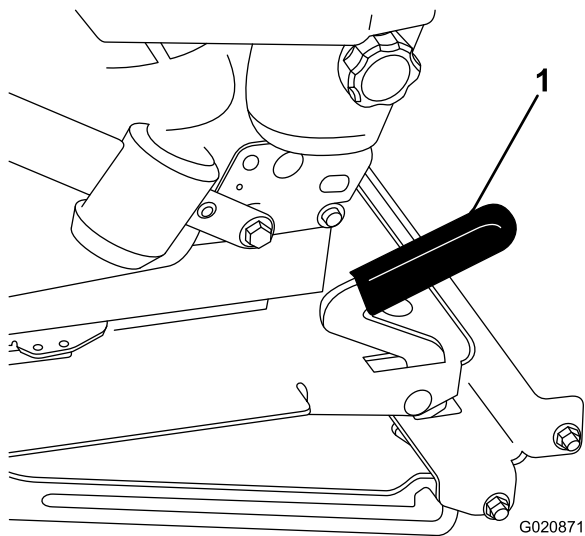

Figure 25
2. Tirez le levier de blocage en avant et soulevez-le pour débloquent le siège (Figure 25).